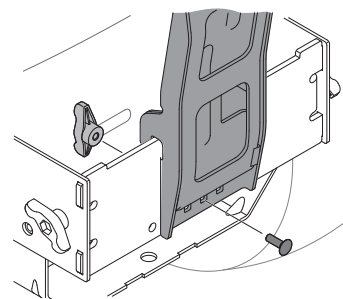

Figura 6
3. Asegure el conjunto de soporte de la bolsa a el ensamblaje de montaje utilizando un perno del carro (710-0276) y ala (720-04122) desde el hardware pack 689-02364. Ver Figura 6.